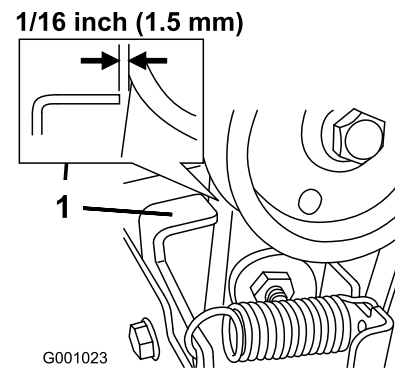

Figure 38
4. Lorsque le levier de commande de fraise à neige/turbine est désengagé, vérifiez qu'il existe un écart de 1,5 mm entre l'ensemble embrayage de fraise à neige et la patte (Figure 38).